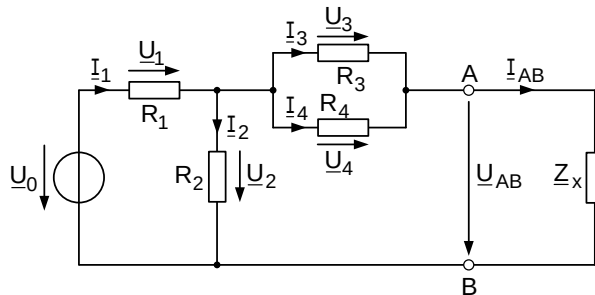
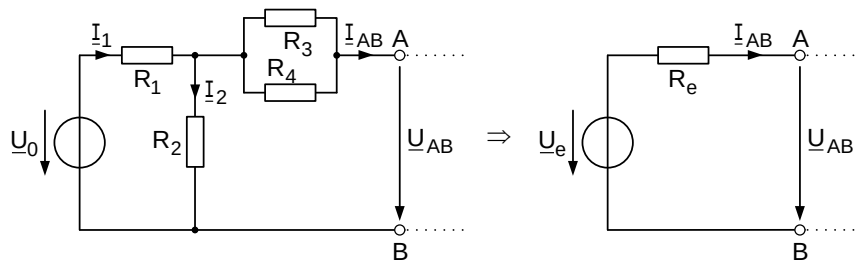

Bild 1.1: Ersatzschaltbild der Schaltung
Bild 1.2: Ersatzschaltbild der Ersatzspannungsquelle
Die in Bild 1.1 dargestellte Schaltung mit den ohmschen Widerständen R_1 , R_2 , R_3 sowie R_4 wird an einer sinusförmigen Wechselspannung mit dem Effektivwert U_0 und der Frequenz f betrieben. Nachfolgend soll das Verhalten der Schaltung in Abhängigkeit der Bauteile und ihrer Werte berechnet werden.
- Vervollständigen Sie auf dem Lösungsblatt das qualitative Zeigerdiagramm für die in Bild 1.1 dargestellte Schaltung so, dass alle eingezeichneten Spannungen und Ströme enthalten sind. Beachten Sie dabei, dass die Spannung $\underline{U}_{AB}$ waagrecht und der Zeiger des Stromes $\underline{I}_{AB}$ senkrecht nach oben eingezeichnet ist.
Es sei für die Schaltung aus Bild 1.1 $\underline{U}_{AB} = 60\text{V} + j \cdot 0\text{V}$ und $\underline{I}_{AB} = j \cdot 1,5\text{A}$.
Um die weitere Schaltungsanalyse zu vereinfachen, soll der Schaltungsteil links der Klemmen A und B aus Bild 1.1 durch eine entsprechende Ersatzspannungsquelle $\underline{U}_e$ mit dem Innenwiderstand R_e gemäß Bild 1.2 dargestellt werden. Hierbei gilt für die ursprüngliche Spannungsquelle: $\underline{U}_0 = 192\text{ V} + j \cdot 0\text{ V}$